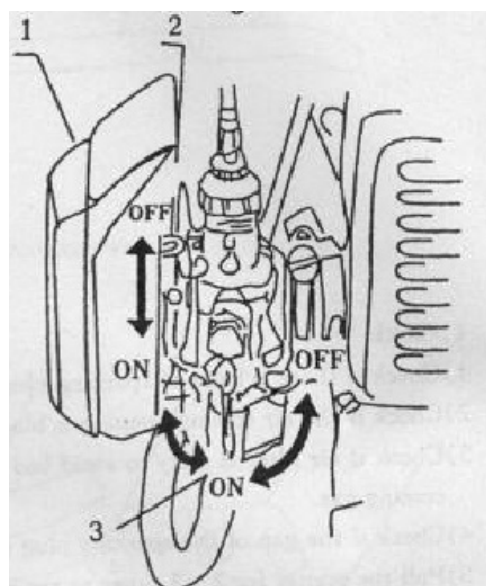

Рис. 9.
- 1) Откройте топливный переключатель, см. Рис. 9